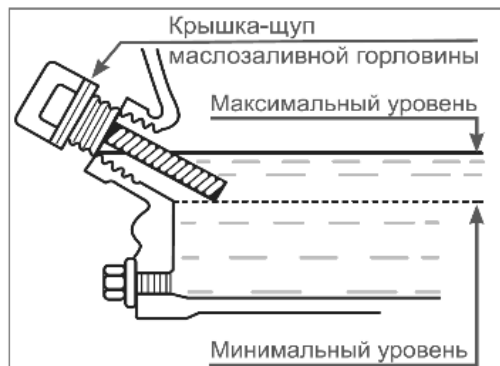

Рис. 19
**Примечание:** Максимальный уровень масла в картере соответствует нижней кромке маслосаливной горловины (рис. 19).